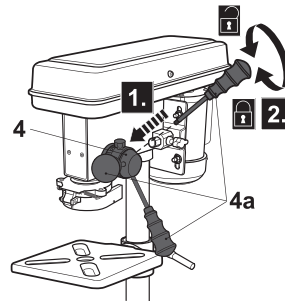

Fig. 4
- > Atornille las empuñaduras (4a) en la transmisión del husillo (4) (Fig. 4).